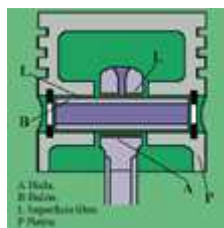

Fig. 20
Es el elemento (B) que sirve de unión entre el pistón (P) y la biela (A) (**fig. 20**). Su estructura robusta le permite soportar los esfuerzos a los que está sometido el pistón. Tiene forma cilíndrica y vaciado interiormente. Se fabrican con acero tratado y rectificado.